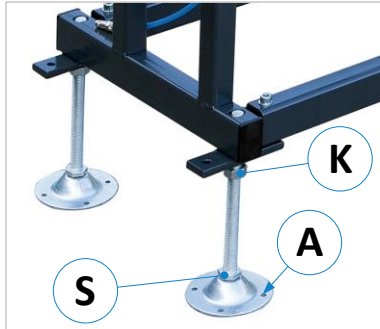
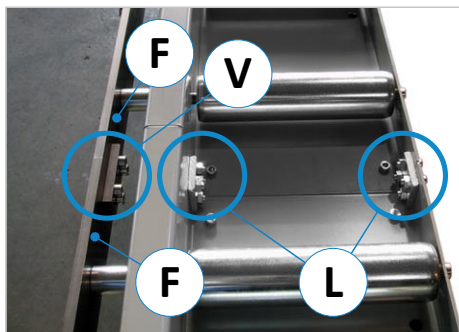

Figure 4 : pieds de réglage
Figure 5 : relier mécaniquement les segments
- Ensuite, les segments de convoyeur à rouleaux livrés doivent être reliés entre eux par vissage à l'aide des deux pattes de montage (L), voir ⇒ Figure 5.
- Visser fermement ensemble les rails de guidage (F) du convoyeur à rouleaux montés verticalement avec la patte de montage (V) vissée (voir ⇒ Figure 5).
- Lors de la mise en place de la patte de montage (V), veiller à ce que les aciers plats soient exactement alignés les uns par rapport aux autres → L'entrefer entre les aciers plats doit être aussi faible que possible.
Lorsque toutes les pièces du convoyeur à rouleaux sont assemblées et alignées sur la machine, ancrer le convoyeur à rouleaux dans le sol à l'aide des quatre trous (A) dans les plaques de base avec des chevilles pour charges lourdes (voir ⇒ Figure 4).